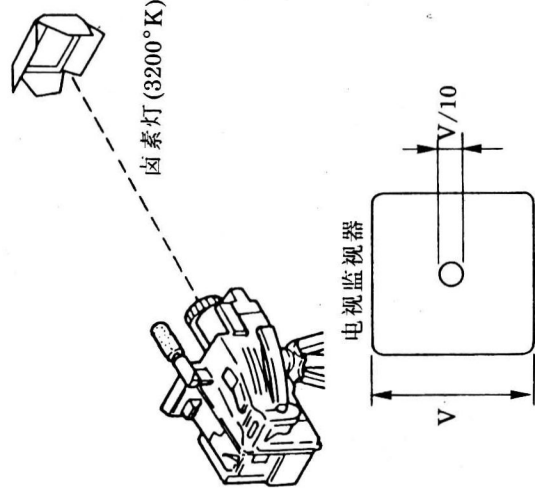

图 45
- 步骤: ① 卸下 4 个螺钉,并拆去感应屏蔽盒;
- ② 调整 C206,使 PLL 频率为 $9.65625\text{MHz} \pm 10\text{Hz}$ 。
- 步骤: ① 变焦在全拉近位置(全长焦距位置),并拍摄卤素灯(3200K),如图 45 所示;